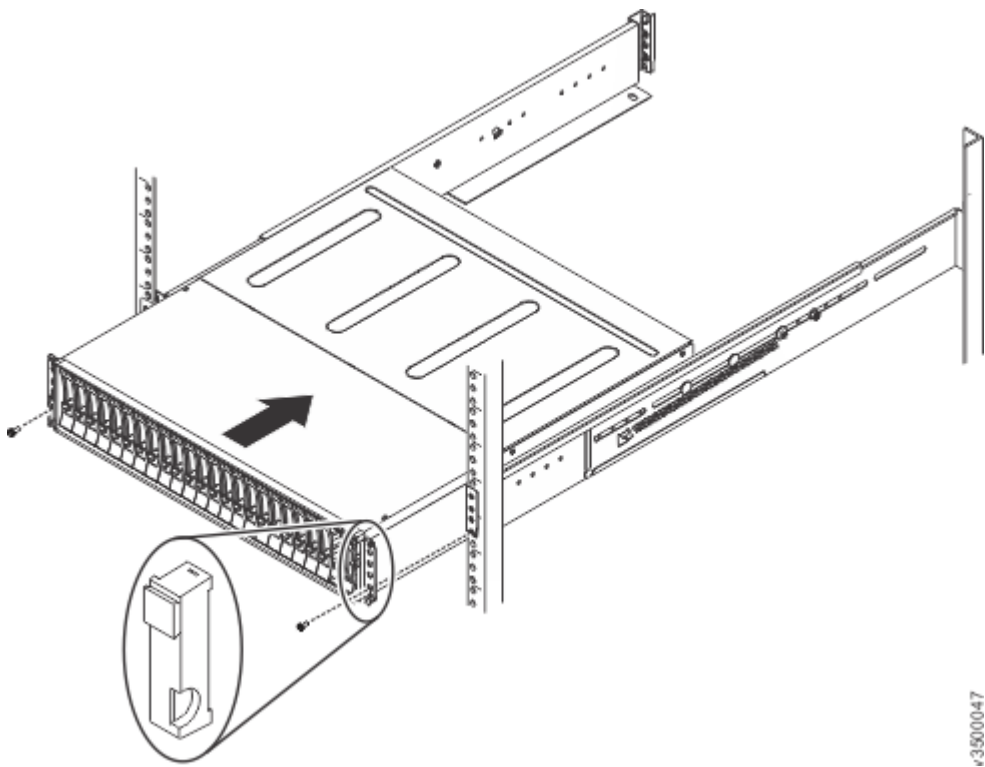

图 41. 将机柜插入机架
3. 沿着导轨小心地将机柜滑入机架中，直到机柜完全插入（请参阅第 34 页的图 41）。
请参阅第 34 页的图 41。左端盖具有指示灯窗口，与机柜边缘的状态指示灯（发光二极管）对齐。